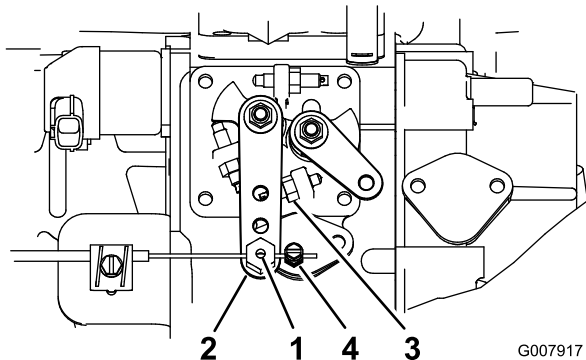

Figure 64
2. Desserrez la fixation du câble d'accélérateur sur le bras du levier de la pompe d'injection (Figure 64).
3. Maintenez le bras de levier de la pompe d'injection en appui contre la butée de régime maximum de marche à vide (Figure 64).